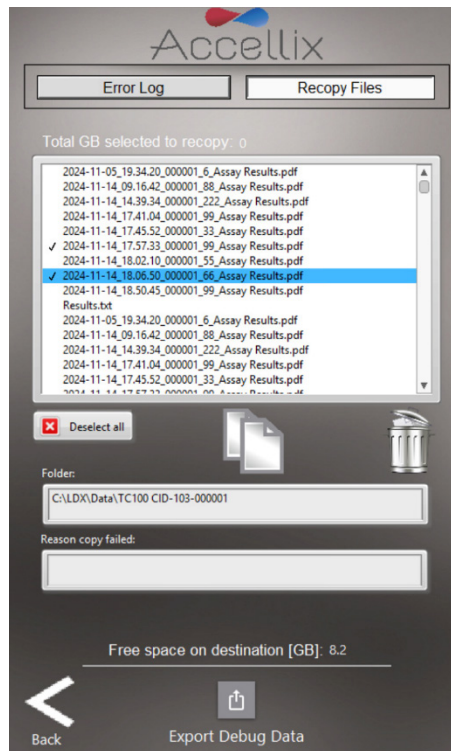

Abbildung 23: Dateien erneut kopieren
2. Die Registerkarte **Recopy Files** (Dateien erneut kopieren) zeigt alle Datendateien an, die noch nicht kopiert wurden (Abbildung 23).